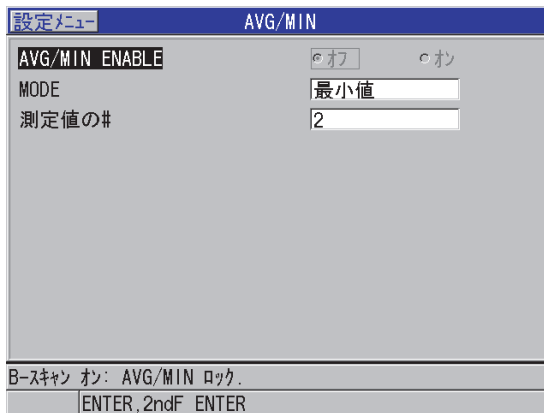

図 10-16 平均値 / 最小値測定ダイアログボックスを開く
3. 平均値 / 最小値画面で、以下の操作を行います（165 ページの図 10-16 参照）。